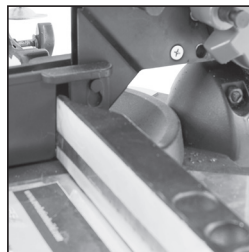

FIG. 15
- Veillez à ce que les côtés droits et gauches du carter s'enclenchent avec leurs goupilles de position respectives sur le carter de lame fixe arrière inférieur, et que la fente découpée du côté droit du carter auxiliaire chevauche le guide de la machine. (**Fig. 15**)